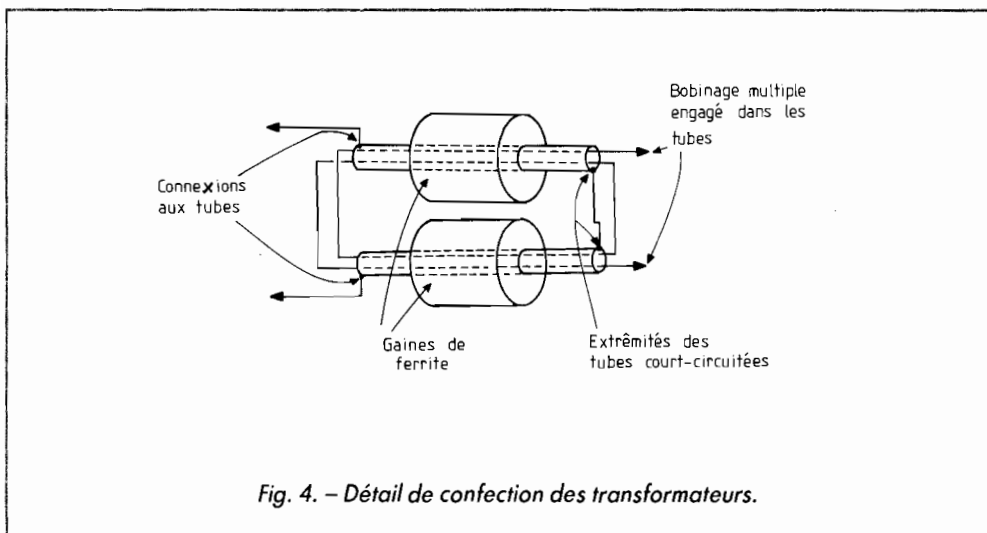

Fig. 4. - Détail de confection des transformateurs.
1. Confection des transformateurs HF (fig. 4)